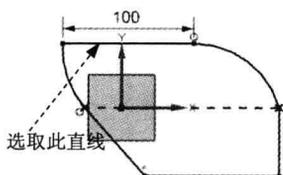
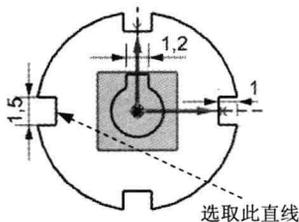

图 1.5 标注水平尺寸 1
图 2.16 标注竖直尺寸 1
(3) 添加水平尺寸标注。
① 选择下拉菜单 **插入(I)** → **尺寸(D)** → **自动判断(I)** 命令, 选择图 1.5 所示的直线, 系统自动生成尺寸, 选择合适的放置位置单击, 在系统弹出的动态输入框中输入 100,
结果如图 1.5 所示。
(2) 添加竖直尺寸约束。标注直线的距离，先选择图 2.16 所示的直线，系统生成竖直尺寸，选择合适的放置位置单击，在系统弹出的动态输入框中输入 1.5。结果如图 1.5 所示。